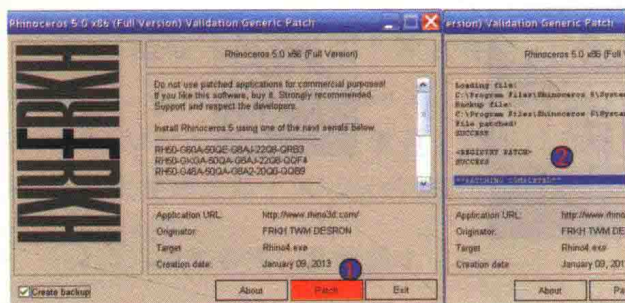

图 1-3-10
(9) 双击刚刚复制的破解文件，点击 Patch，然后大功告成（如图 1-3-10 所示）！